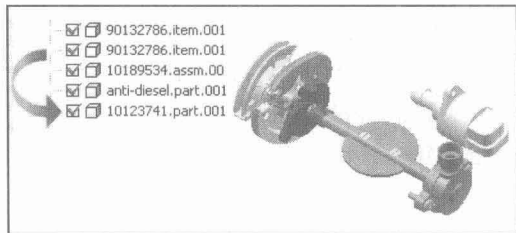
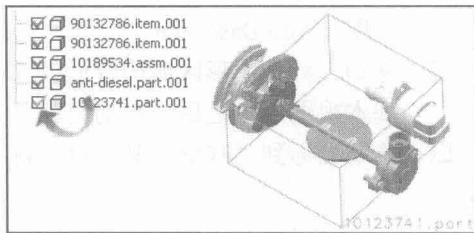

图 1.18 隐藏组件
图 1.19 预览隐藏组件
(3) 隐藏/取消隐藏组件: 选择组件 “10123741.Part.001” 前面的红色复选标记 “√”, 则红色标记变成灰色, 节流阀实体部件从显示中移除, 如图 1.18 所示。再次移动光标到 10123741.Part.001 节点上, 图形窗口中将显示部件的名称, 并以一个矩形包络框表示零件的尺寸, 如图 1.19 所示。选择灰色的复选标记则取消隐藏组件。